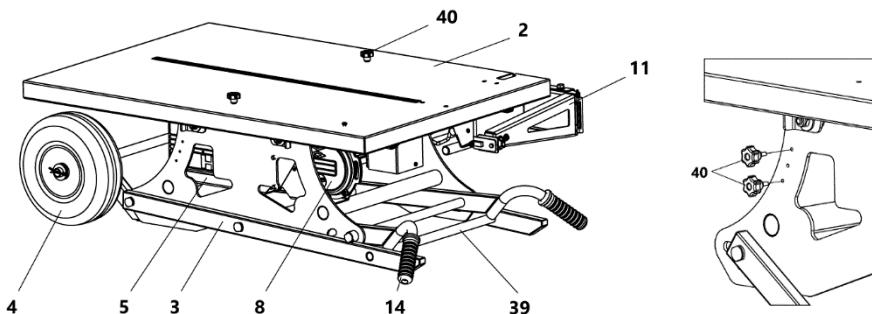

Рисунок 3 Общий вид станка в упаковке
- открутите винты транспортные 40 (рис. 3) крепления стола 2 и закрутите их в резьбовые отверстия, находящиеся на корпусе станка;